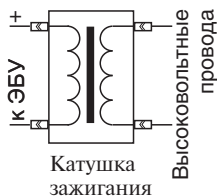

Рис. 3: Катушка зажигания
- * к коммутируемому проводу катушки зажигания, рис. 3